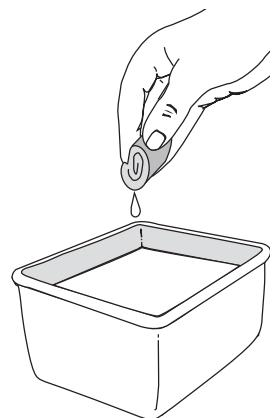

Fig. 38
- Lavez le filtre dans un mélange d'eau et de détergent (Fig. 38). Rincez le filtre abondamment. Essorez l'excédent d'eau. Laissez sécher complètement.